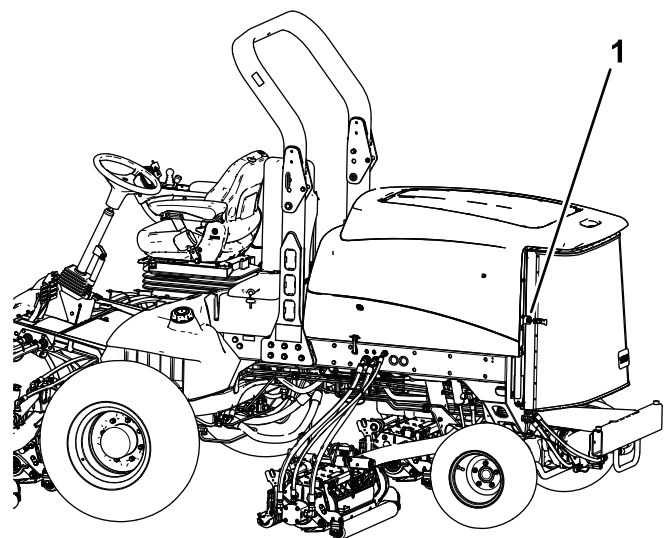

Figure 76
2. Déverrouillez et ouvrez la grille arrière (Figure 76).